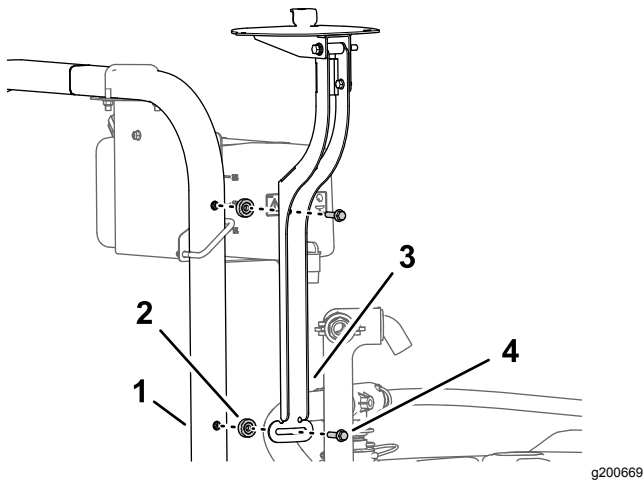

Figure 153
1. Fixez le support du récepteur et l'entretoise ($\frac{3}{8}$ " x $7/16$ ") à l'arceau de sécurité avec le boulon à embase ($\frac{3}{8}$ " x $1\frac{1}{2}$ "), comme montré à la Figure 153.